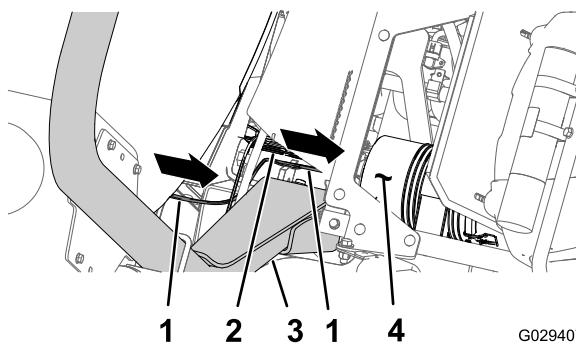
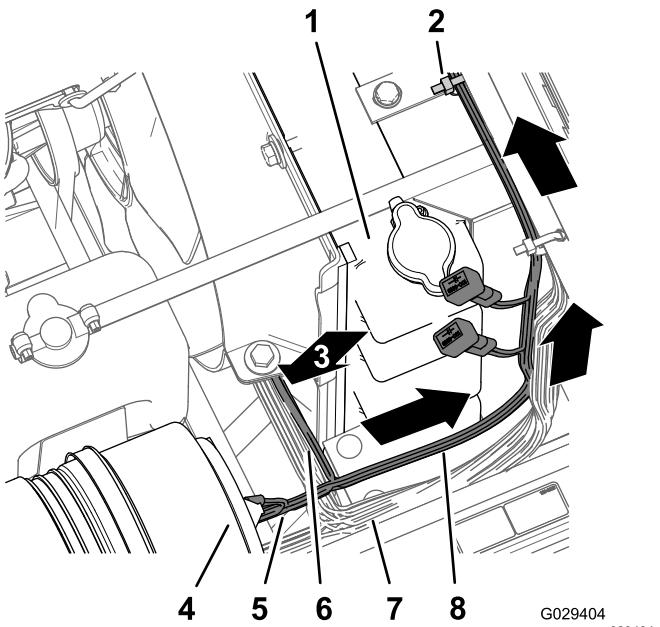

図 10
図 11
1. 仕上げキットのハーネスを車両前方へ導くROPS の間を通して、液剤タンクの下の角部から、車両用のワイヤハーネスに沿って、エアクリーナの下を通してエンジンへ導く 図 10 と 図 11。
2. エンジルーム用の 197cm の枝 リング端子、ソケット端子、5ソケットコネクタがついているを、ラジエターの右側に沿って上方へ導き、ラジエター上部に沿って中央コンソールのベース部の下まで導く 図 11。